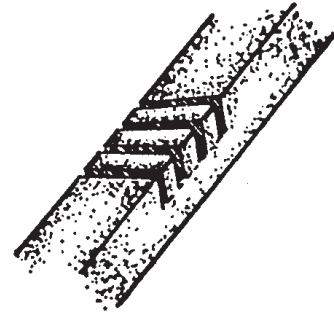

Figura 3
- Haz pequeños cortes paralelos con el serrucho de costilla, entre los cortes anteriores, a una profundidad menor que el alto de la canal (figura 3).